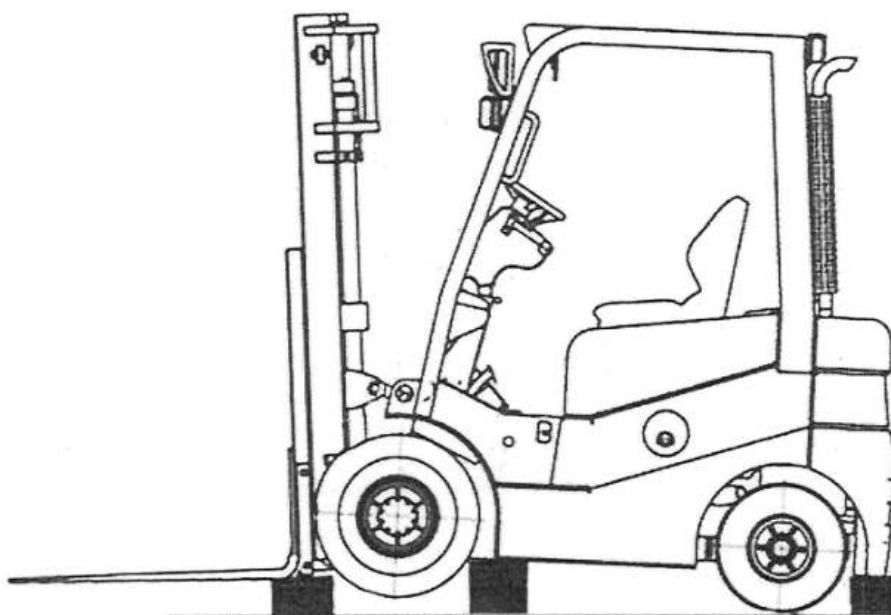

Рисунок 7.8 - Замена колес ведущего моста.
- Подклиньте колеса управляемого моста (Рисунок 7.8).